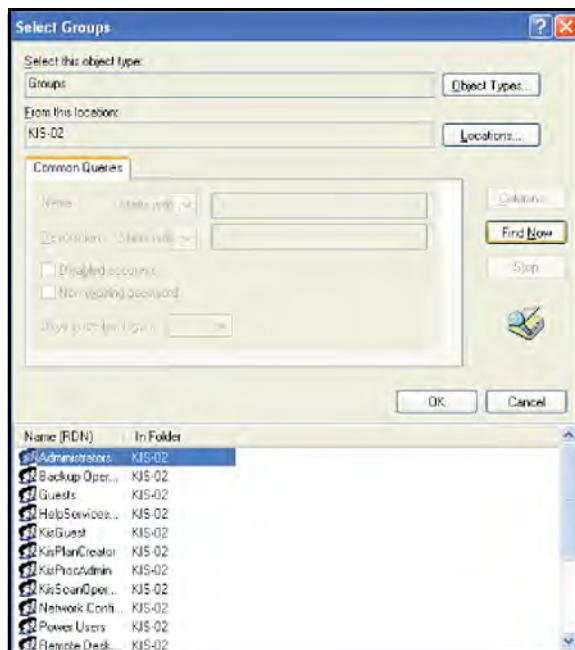

Рис. 121: Выбор групп с перечнем групп
10. Щелкните Find Now (Найти сейчас), и откроется окно *Select Groups* (Выбор групп) (см. Рис. 121 ниже). Затем выберите нужную группу для пользователя и щелкните OK.